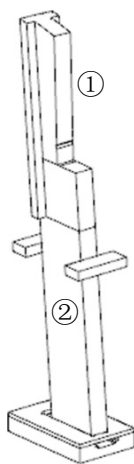

图 16-39 加载斜顶机构
- (7) 单击“确定”按钮，加载斜顶机构，如图 16-39 所示。
- (8) 在横向菜单中选取“装配”选项，再选取“WAVE 几何链器”命令。